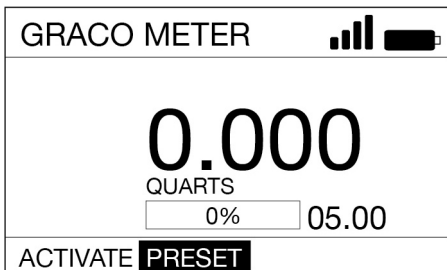

FIG. 32
3. Använd HÖGERPILEN för att markera PRESET (H) på skärmen. Tryck på ENTER-knappen för att välja PRESET (FIG. 32).